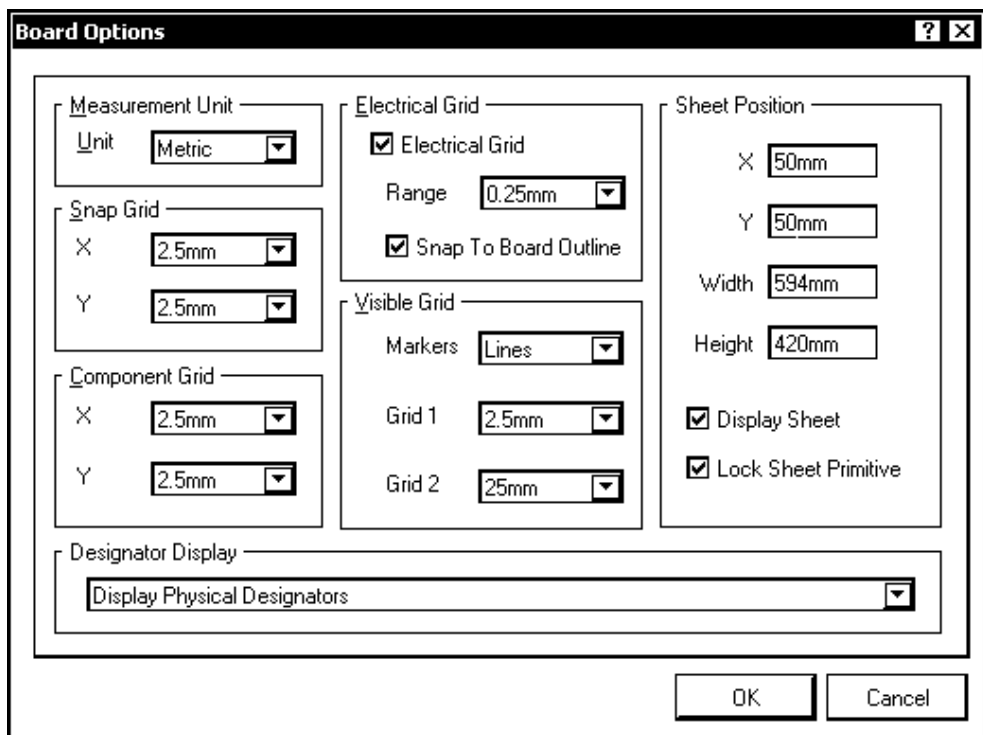

Рис. 2.11. Окно настройки конфигурации графического редактора ТПМ
1. Перед началом формирования ТПМ следует задать систему единиц измерения и выполнить настройку сеток проектирования. Для этого командой главного меню **Tools | Library Options** (Настройки библиотеки) открыть диалоговое окно настроек параметров печатной платы **Board Options** (рис. 2.11).